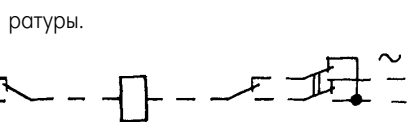

рис.2
3. Отдаленную нагрузку (лампу в коридоре, водяной насос общего колодца, магнитный пускатель и т.д.) можно коммутировать не только с двух точек [2], но и с трех и более (рис.2). Для изменения ситуации с нагрузкой на противоположную достаточно изменить положение любого переключателя.